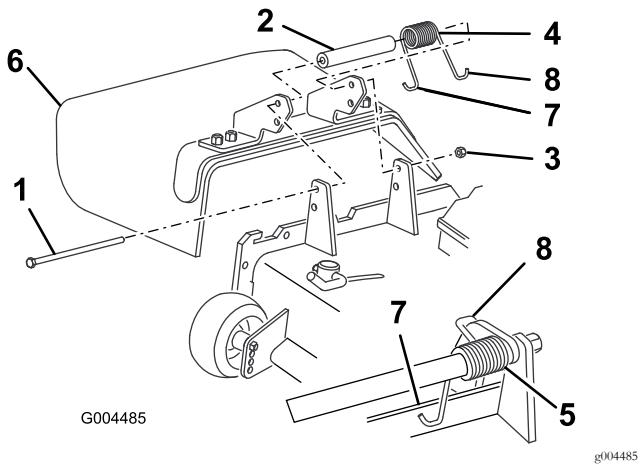

图25
2. 卸下将折流板固定到枢轴支架的锁紧螺母、螺栓、弹簧和隔片图25。拆下损坏或磨损的草折流板。
3. 将隔片和弹簧放在更换草折流板支架中间 图25。将弹簧左侧J型吊钩端放在剪草机边缘的后面。
注意 确保弹簧的左侧J型吊钩端安装在剪草机边缘的后面安装按 图25 所示安装螺栓。
4. 安装螺栓和螺母。将弹簧右侧J型吊钩端放在草折流板旁边 图25。